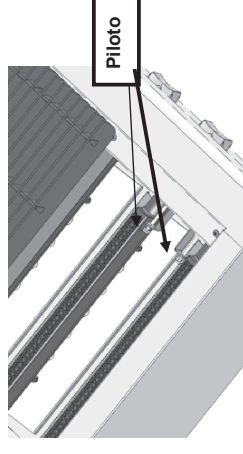

FIG. 6
1. Ver Fig. 6. Fechar a válvula principal do gás e as válvulas do queimador individual, passando para posição OFF (desligado). Aguarde 5 minutos.